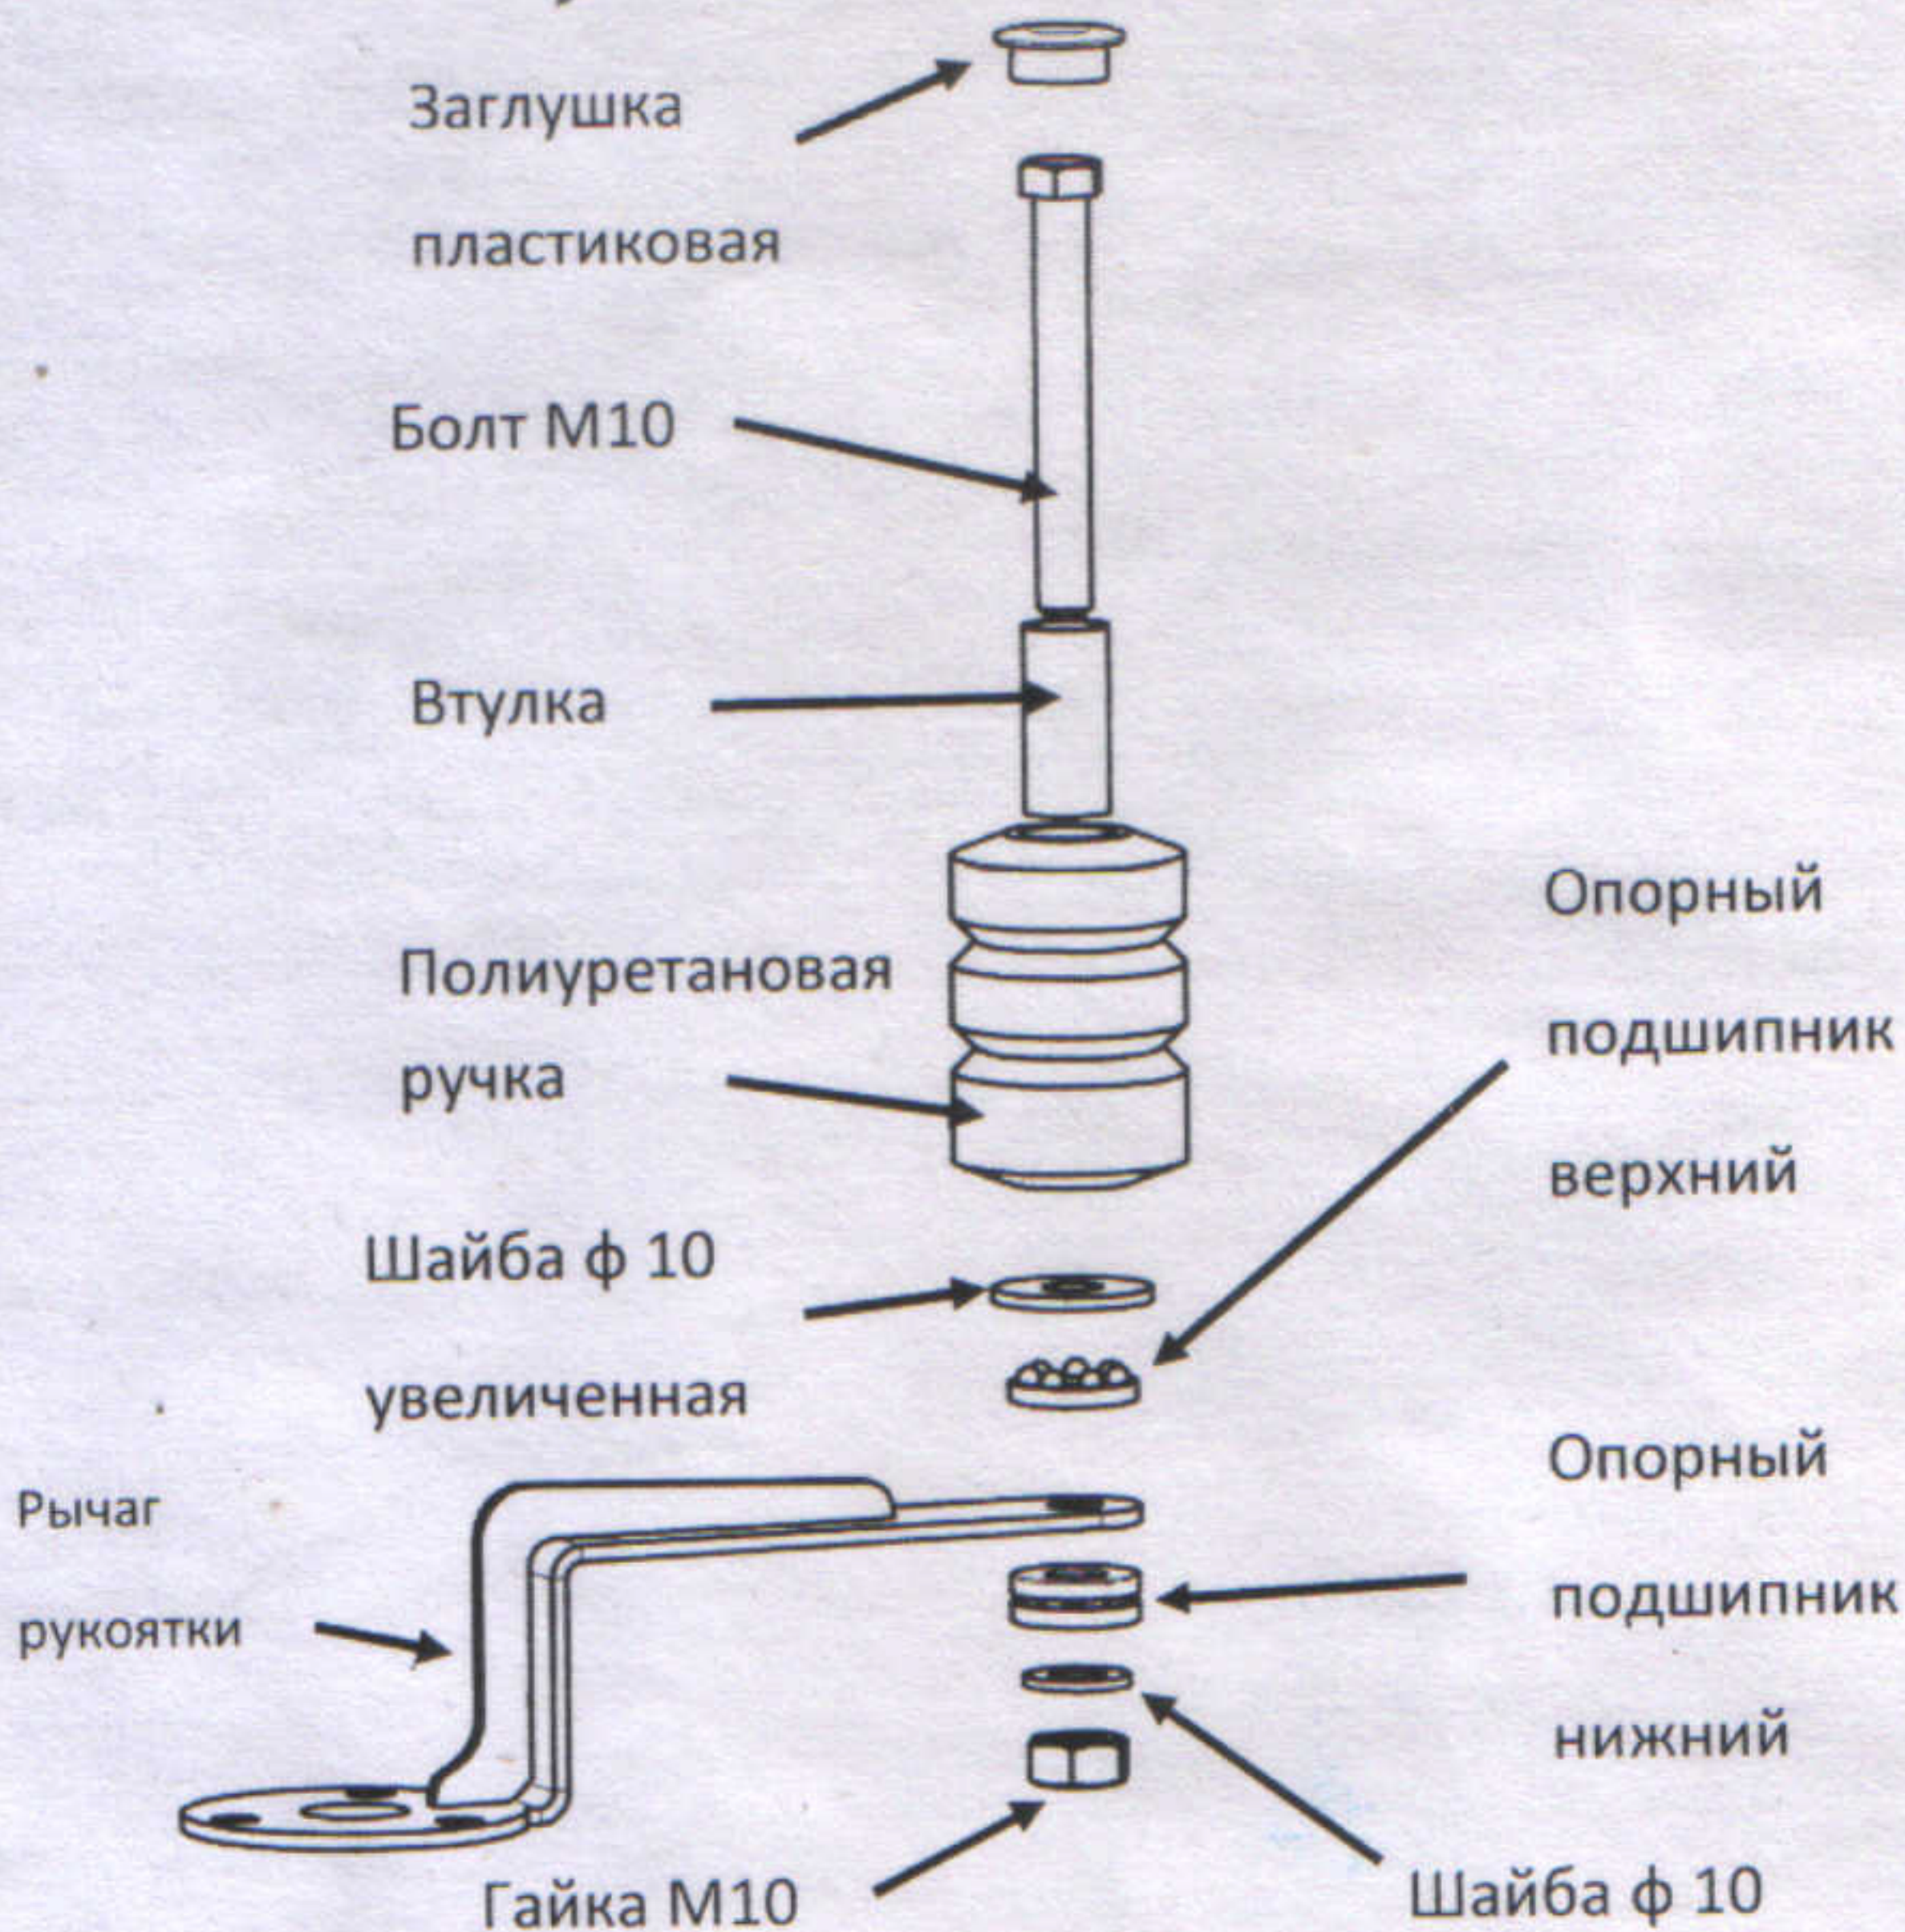

Рисунок 1. Схема сборки ручки для ременного привода.
1. На рычаг рукоятки положить верхний опорный подшипник, как указано на рис.1